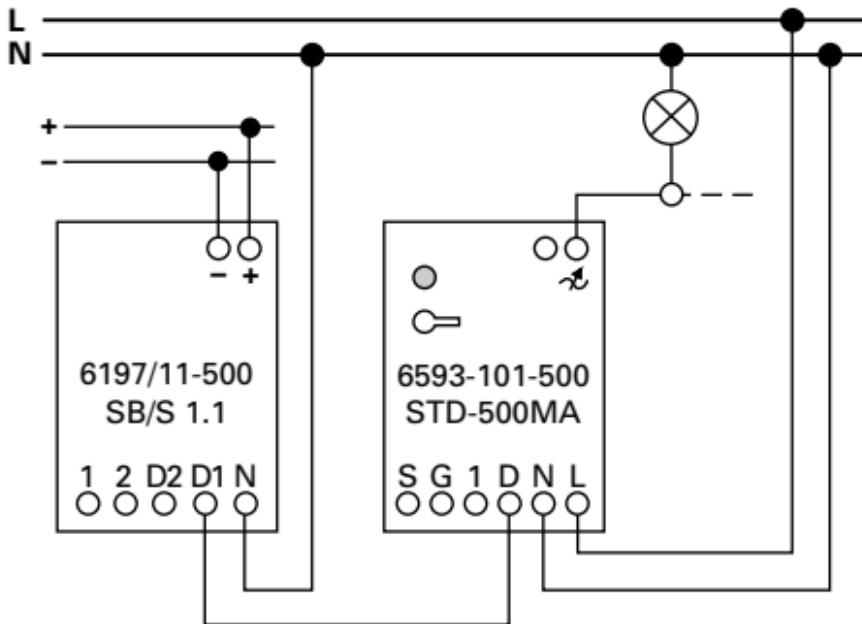

Fig. 3
- über Leistungsbaustein 6594-102-500 (siehe Fig. 3)